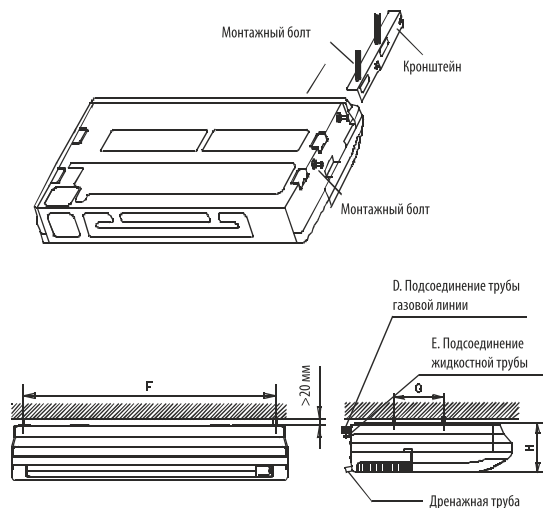

Рис. 42-12
3. Навесьте блок на кронштейн, сдвинув его назад. Затяните монтажные болты на обеих сторонах корпуса (см. рис. 42-12).